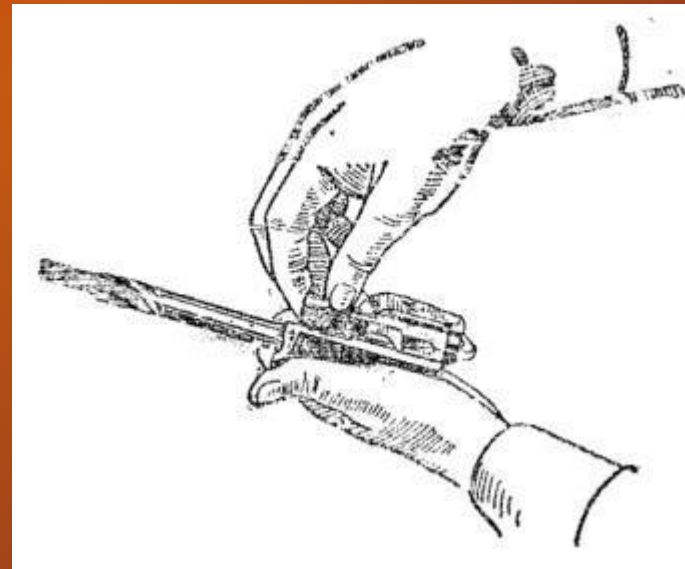

Рис. 8. Отделение затвора от затворной рамы
7) Отделить затвор от затворной рамы. Взять затворную раму в левую руку затвором кверху (рис. 8); правой рукой отвести затвор назад, повернуть его так, чтобы ведущий выступ затвора вышел из фигурного выреза затворной рамы, и вывести затвор вперед.